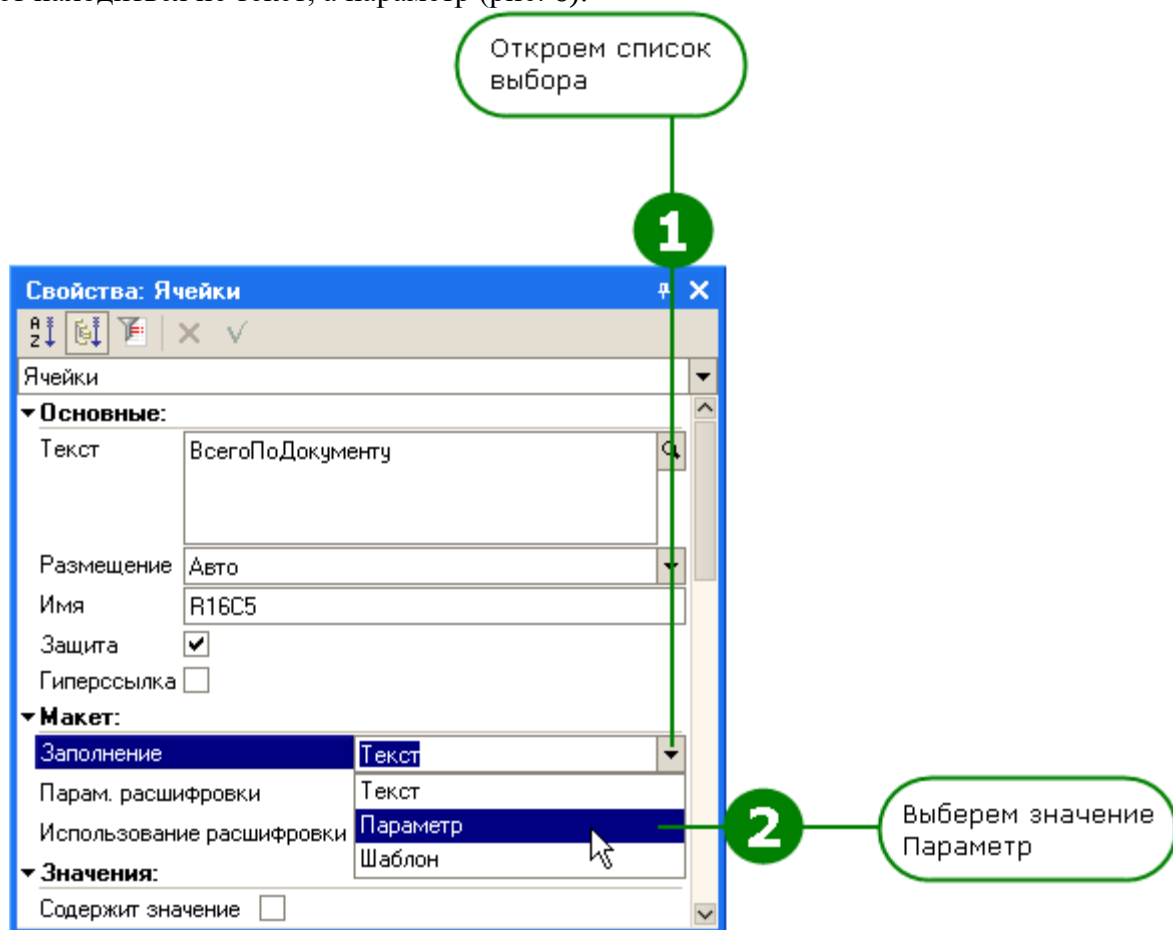

Рис. 6. Укажем, что в ячейке должен находиться не текст, а параметр...
4. Вызвав палитру свойств для последней заполненной ячейки, укажите, что в этой ячейке будет находиться не текст, а параметр (рис. 6):